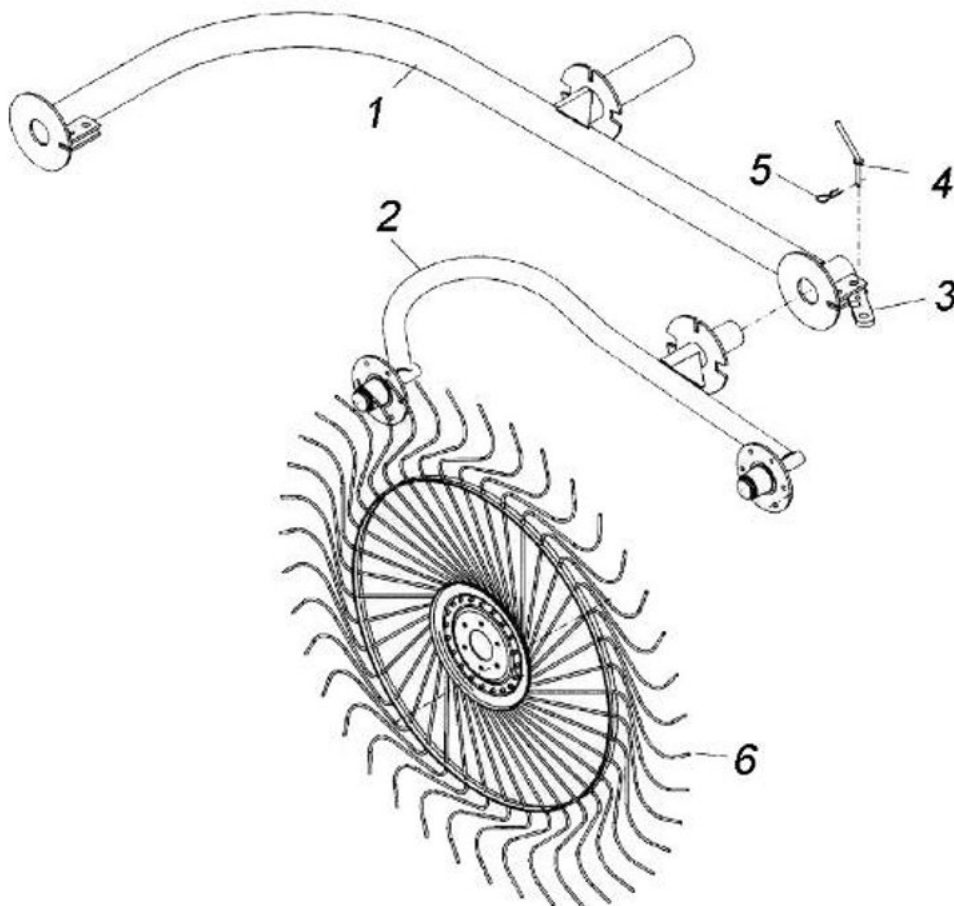

Рис. 3 Боковая секция
Боковая секция граблей (рис.3) состоит из основной рамы (1), колесных рам (2). Колесные рамы в свою очередь крепятся в шарнирах с фланцами на основной раме. Фиксация колесных рам производится замком (3) с пальцем (4) и шплинтом (5). На ступицы колесных рам установлены пальцевые колеса (6).